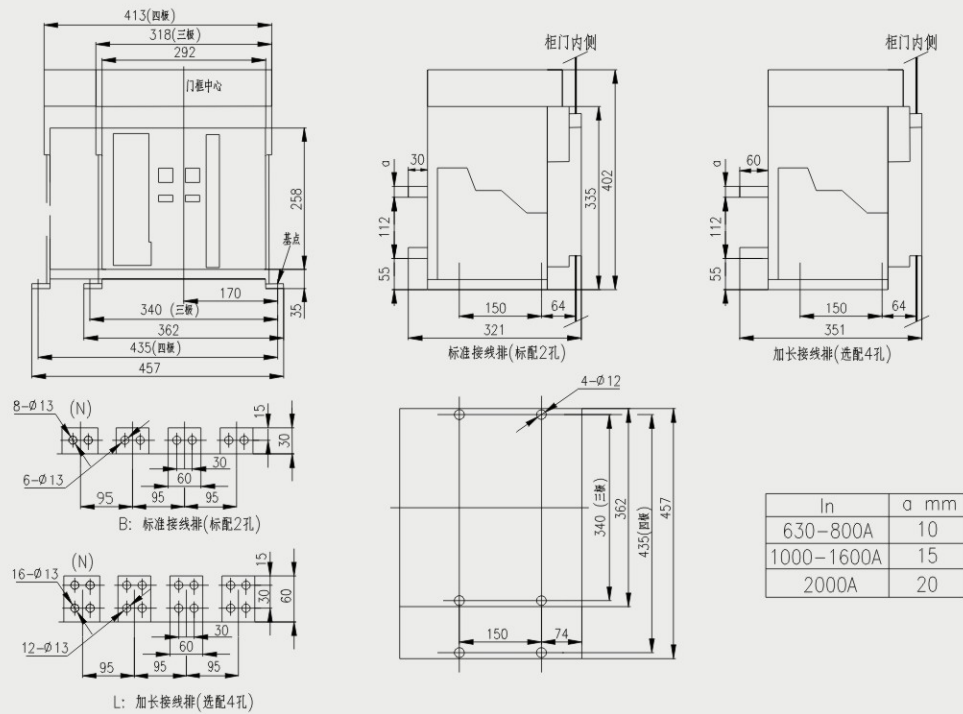

图10 固定式断路器安装尺寸及外形尺寸 (HSW3-2000、2000/4)
6.2 HSW3-2000断路器安装尺寸，外形尺寸见图10、11